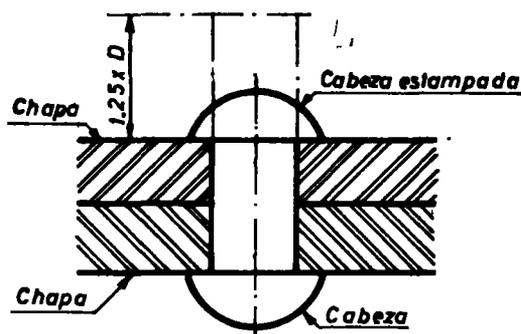

Fig. 4
- Para cabeza redonda: $E = 1,25\phi$ (fig. 4).